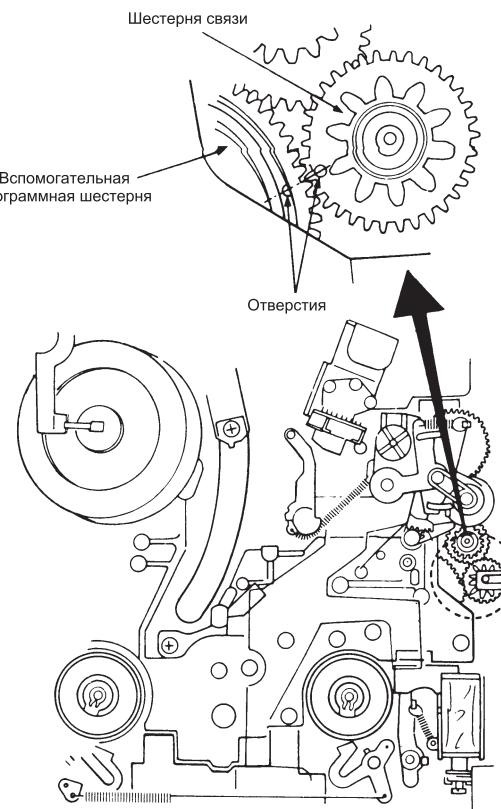

Рис. 11. Установка шестерни связи
7. Устанавливают шестернию связи так, чтобы маленькое отверстие в ней находилось напротив маленького отверстия во вспомогательной программной шестерне, как показано на рис. 11. При этом следует убедиться, что вспомогательная программа шестерня установлена правильно (см. п. 1).